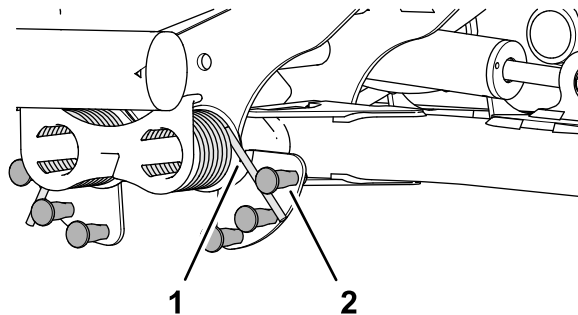

Figure 84
2. Insérez la longue extrémité du ressort de compensation dans un tube ou un objet similaire, et faites pivoter le ressort autour du goujon à épaulement jusqu'à la position voulue (Figure 84).